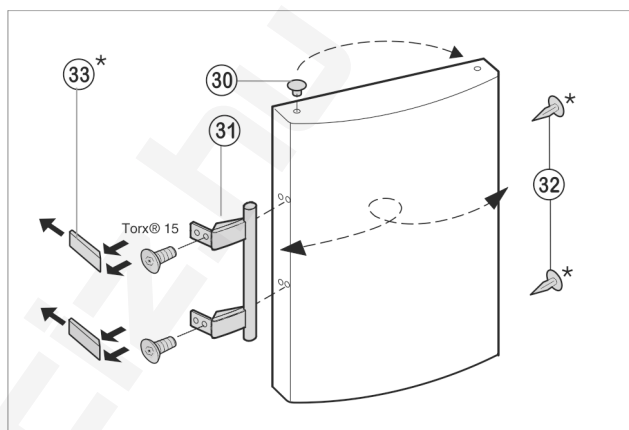

Fig. 10
- ▶ Az ajtó csapágyerselyéből emelje ki és helyezze át a tömítéseket Fig. 10 (30).
- ▶ Szerelje le az ajtó fogantyúját Fig. 10 (31), a tömítéseket Fig. 10 (32) és a nyomólemezeket Fig. 10 (33), és helyezze át az ellenkező oldalra.